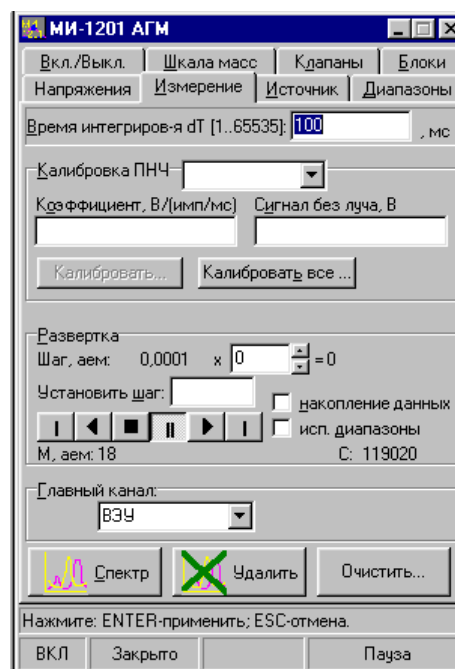

Рис. 3.6. Измерение
8. Откройте окно масс спектра, нажав клавишу «Спектр» (рис. 3.6). Инструкцию по работе с окном «Спектр» см. в файле «Инструкция по программе управления масс-спектрометром МИ-1201 АГМ.doc» в папке «С:\Лаб.раб.№10».